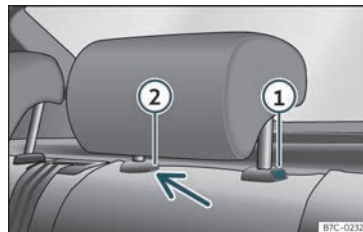

Fig. 108 Poggiatesta posteriore: smontaggio.
- Premere il tasto » **fig. 108** ①, premendo al tempo stesso attraverso il foro della sicura ② con un cacciavite piatto di massimo 5 mm di larghezza e rimuovere il poggiatesta.